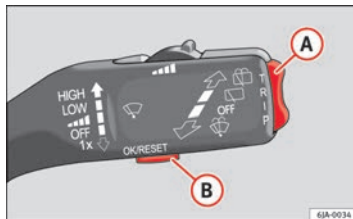

Abb. 35 Scheibenwischerhebel: Bedienelemente der Informationsanzeige
- **Hauptmenü** wird durch anhaltendes Drücken der Wipptaste **A** ⇒ Abb. 35 aktiviert.
- Wenn in der Informationsanzeige eine Warnung erscheint, muss diese durch Drücken der Taste  ⇒ **Abb. 35** ⇒ Seite 65 bestätigt werden, bevor zum Hauptmenü zurückgekehrt werden kann.